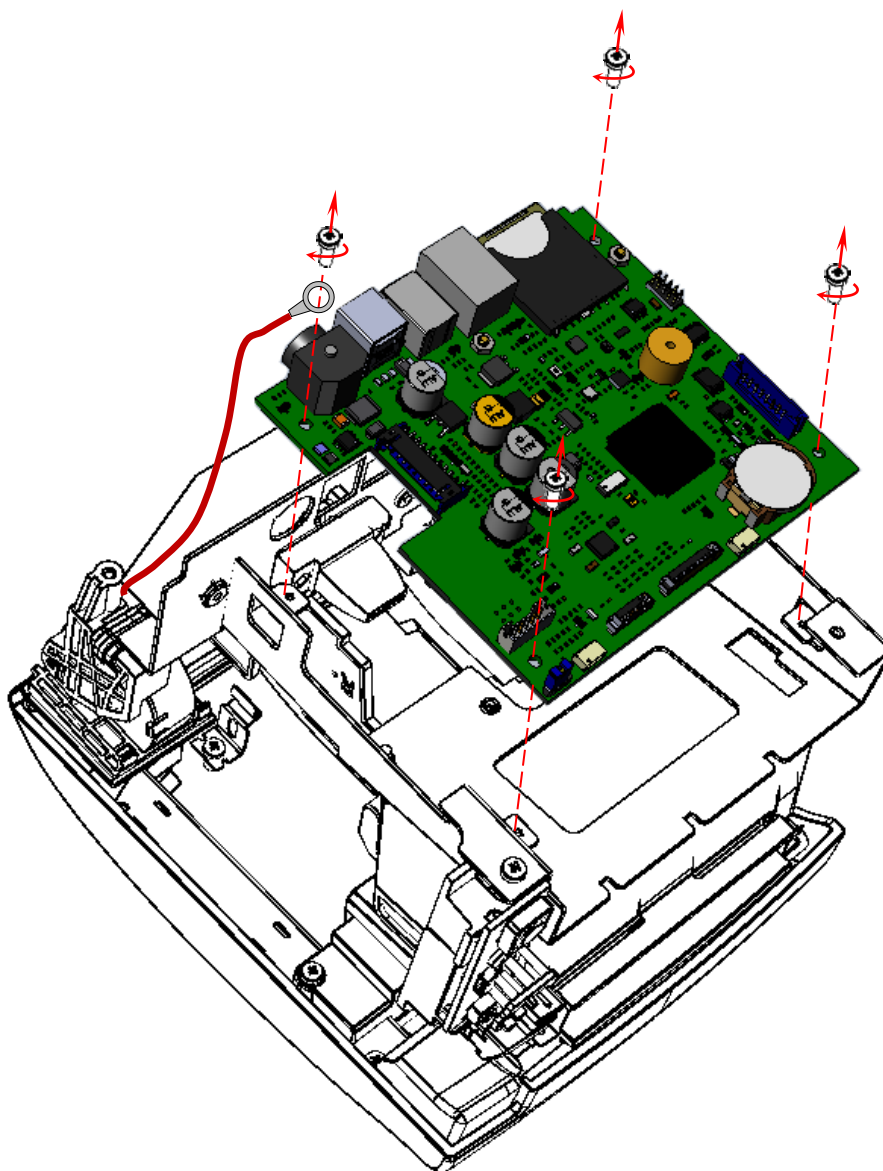

Рисунок 17.Отделение БУ от корпуса ККТ (кабели основных составляющих условно не показаны)
15. Вкрутить винты крепления, учитывая расположение кабеля заземления (см. рисунок 17).